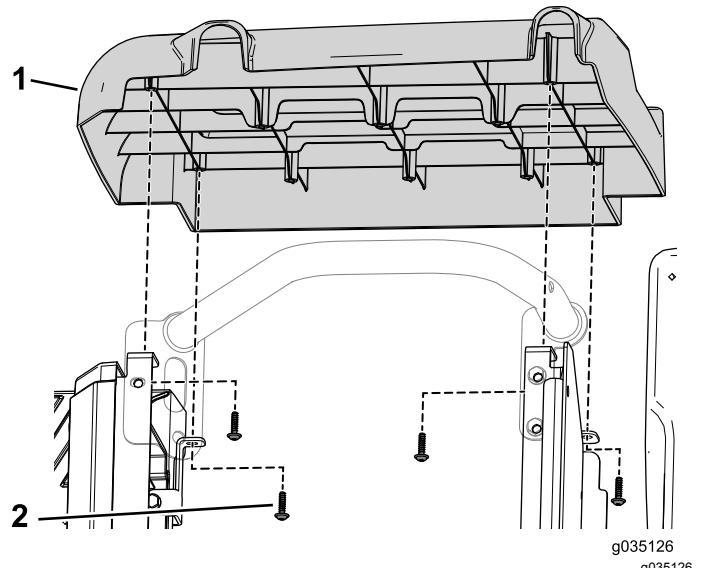

図9
1. 右側パネルを車両に固定しているタッピングねじ4本を外す図9。
- 右側パネルを固定する先ほど取り外したタップねじ4本を使用する図9。